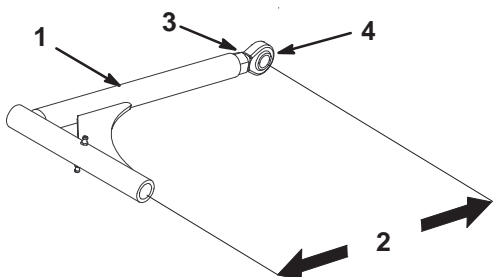

Figure 56
1. Pour régler les bras de poussée, desserrez l'écrou de blocage et tournez la rotule dans le sens anti-horaire, un tour à la fois (Fig. 56).
2. Réglez chaque côté de la même façon. La longueur nominale de chaque bras de poussée doit être de 389 mm (15-5/16 pouces) (Fig. 56).